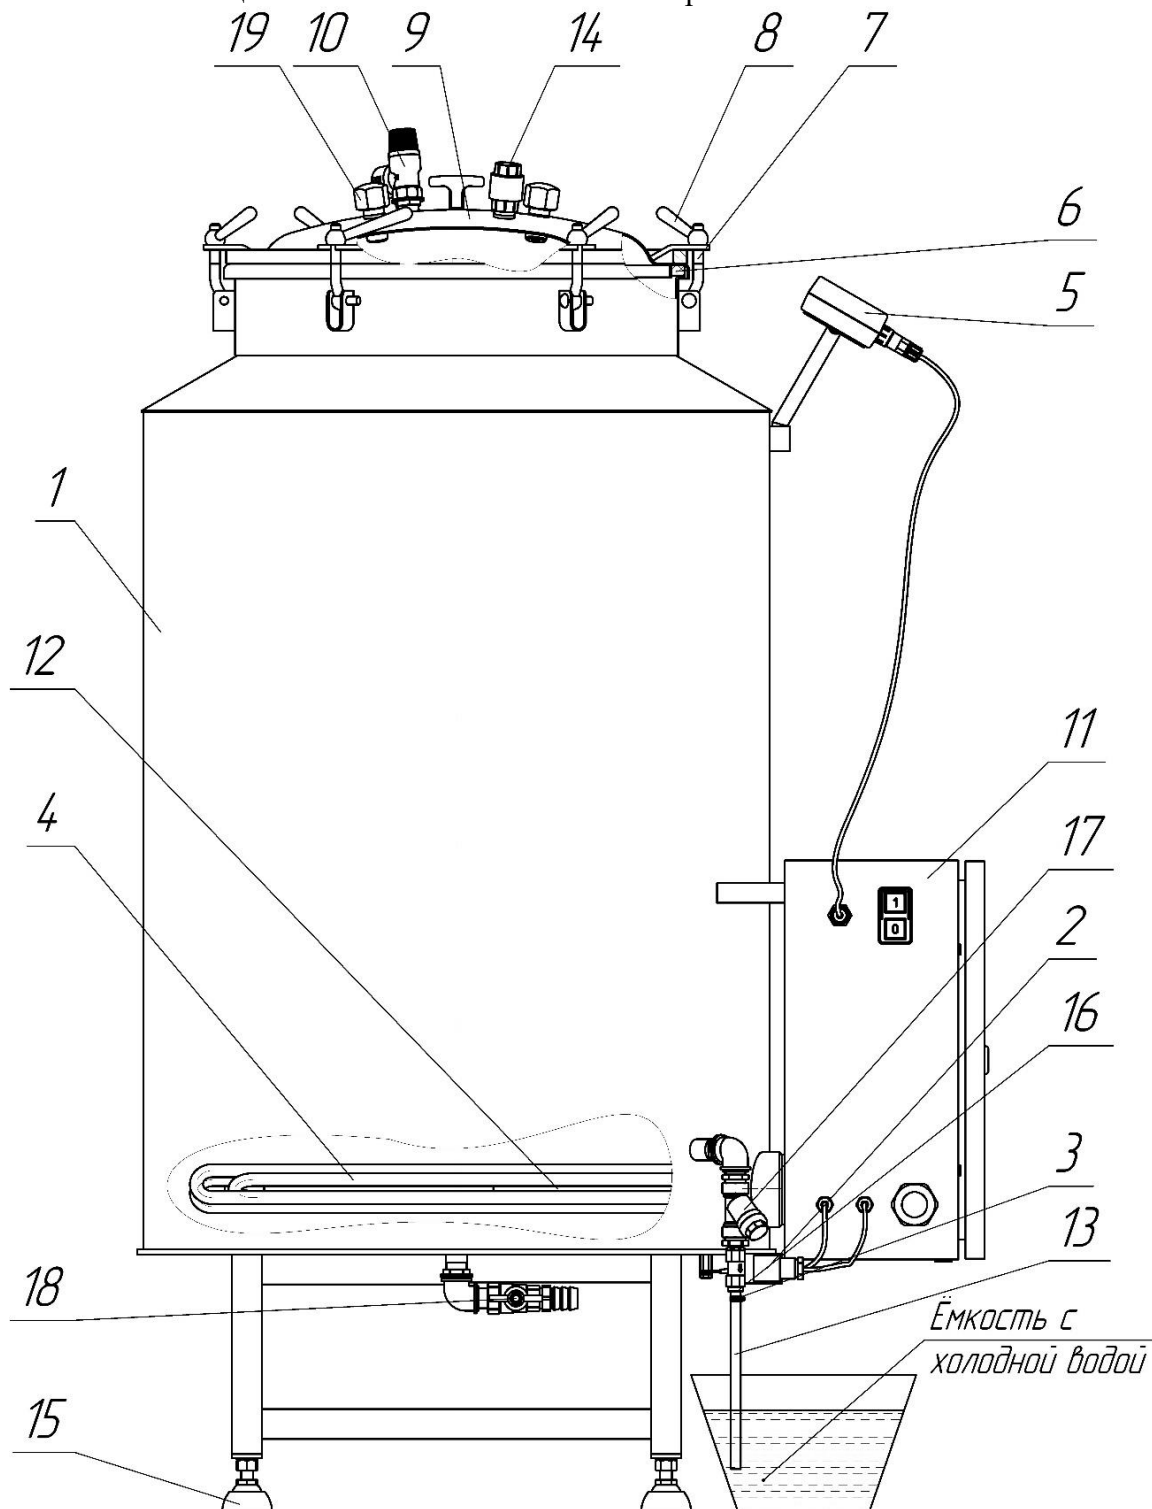

Рис. 1. Автоклав в сборе
Основные составляющие части автоклава показаны на рис. 1
- 1) На крышке поз. 9 (рис.1) с двух штуцеров поз. 19 открутить гайки колпачковые. К одному штуцеру подключить холодную сетевую воду используя подводку гибкую с внутренней резьбой ½ дюйма. Ко второму штуцеру подключить проводку гибкую с внутренней резьбой ½ дюйма для отвода нагретой воды в канализацию или иную емкость.
Автоклав позволяет в автоматическом режиме нагреть содержимое до заданной температуры (Нагрев), выдержать установленное время при заданной температуре (Стерилизация), охладить содержимое автоклава до заданной температуры (Охлаждение) и слить воду. Для предотвращения образования вакуума при сливе воды из автоклава на крышке автоклава установлен обратный клапан поз. 14 (рис. 1). Конструкцией автоклава предусмотрена возможность принудительного охлаждения содержимого автоклава, используя теплообменник. Подробное описание работы автоклава см. в разделе «Использование автоклава».
После слива воды с помощью электромагнитного клапана в корпусе автоклава должна остаться часть воды, покрывающая ТЭН для защиты от случайных подключений его к электроэнергии. После отключения автоклава от электросети эту воду необходимо слить. Через кран полного слива поз 18 (рис.1)
Для защиты от брызг и пара при сливе воды с температурой свыше 100 °С, конец шланга слива поз. 13 (рис.1) опустить в ведро (или другую ёмкость) с небольшим количеством холодной воды (водяной затвор) и закрепить его (например, привязав шланг к ручке ведра), иначе возможны хаотичные движения шланга с выбросом пара и горячей воды в разные стороны в первые минуты слива воды.
- не вывинчивать рычаги зажима крышки поз. 8 (рис. 1) автоклава;
- при необходимости сбросить давление в автоклаве, повернув головку предохранительного клапана поз. 10 (рис.1), до полного прекращения выхода пара (для предотвращения попадания пара на руку одеть защитную перчатку);
- вывинтить рычаги поз. 8 (рис. 1), отбросить откидные болты поз. 7 и снять крышку поз. 9;
Закрепить ЭБУ поз.5 (рис.1) на корпусе поз. 1(рис.1) автоклава и соединить разъем шлейфа на ЭБУ с ответной частью разъема на электро-шкафу.
Налить в корпус поз. 1 (рис.1) воду, при этом уровень воды должен быть на 1-2 см выше установленных банок или корзин. Для повышения качества консервируемых продуктов и сокращения времени нагрева рекомендуется наливать воду в автоклав с температурой 60⁰ С.
Закрывать автоклав крышкой поз. 9 (рис. 1) и надёжно закрепить её с помощью откидных болтов поз. 7 и рычагов поз. 8, равномерно крест-накрест затягивая рычаги. Затяжку производить без подручных средств, момент затяжки ~ 10Нм.